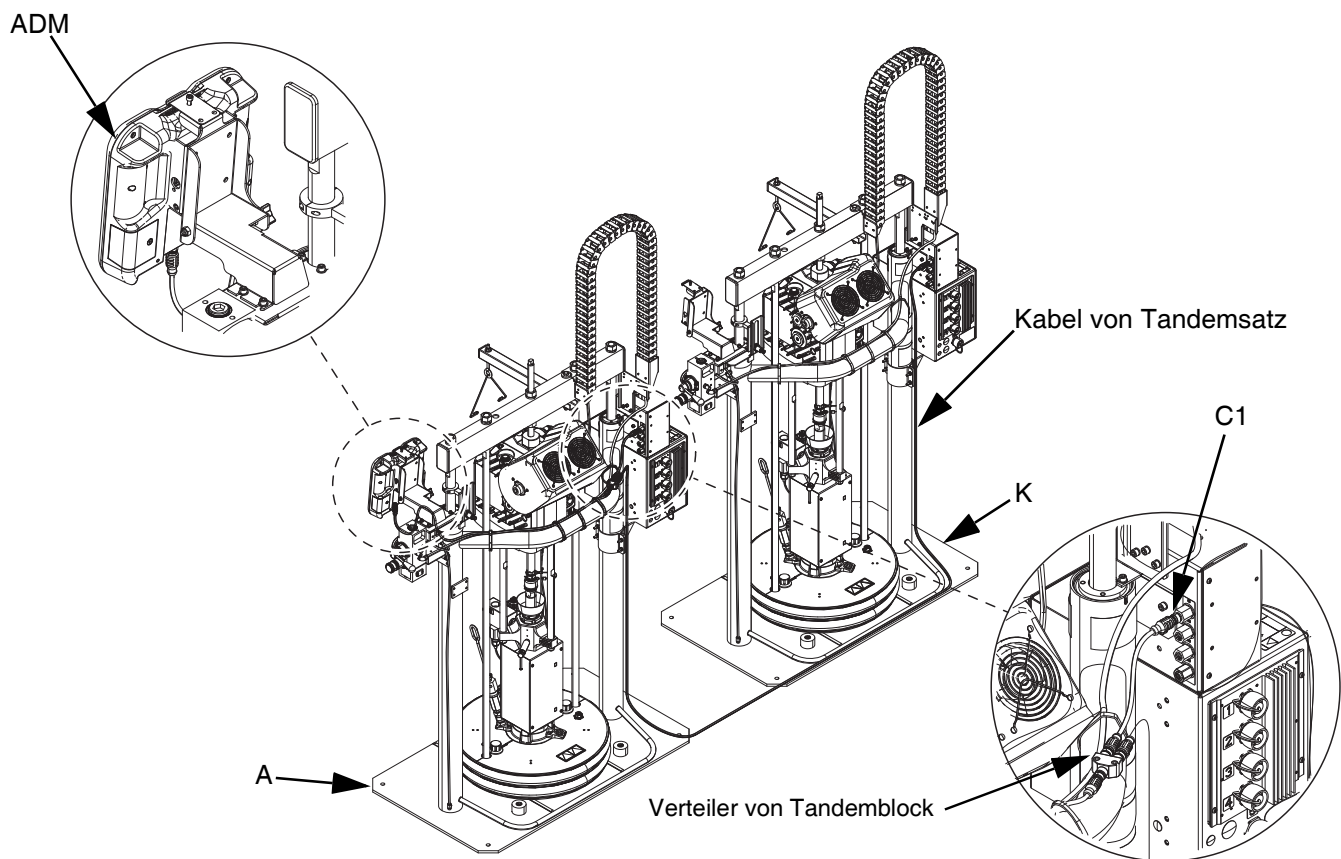

ABB. 10: Kommunikationsanschlüsse
4. Mit den im Satz enthaltenen Kabelbindern die Kabel am Ram-Rahmen befestigen. Kabelverlegung, siehe ABB. 10.